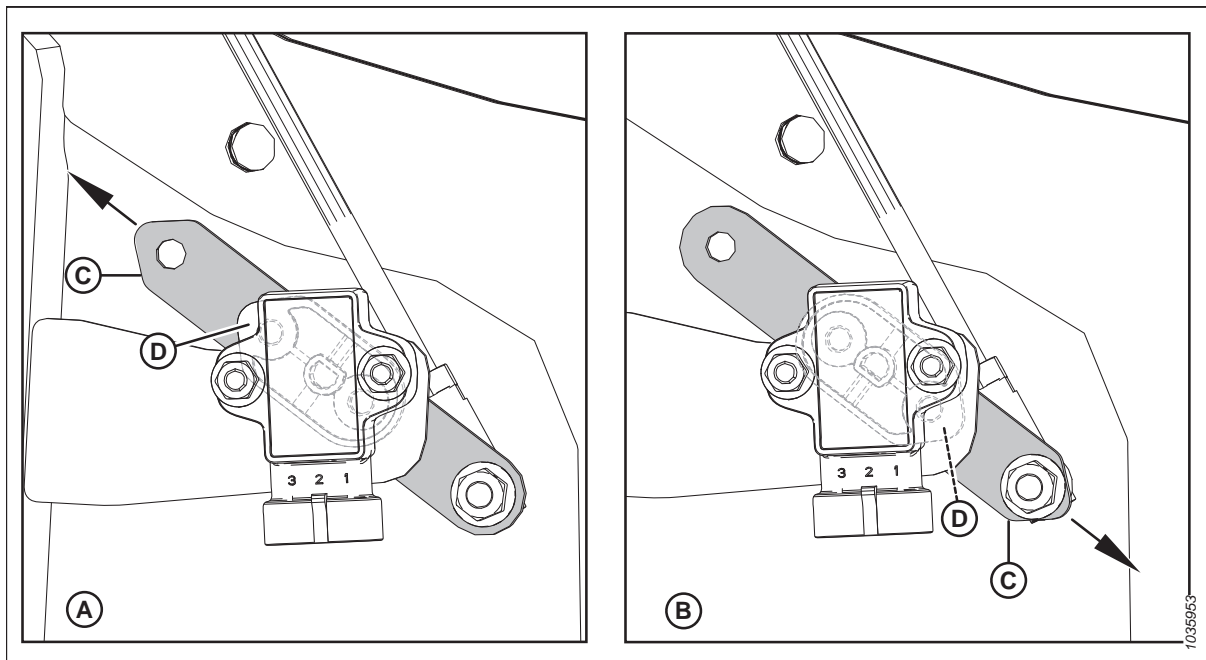

Figure 3.300: Configurations du bras/pointeur du capteur
4. Veillez à ce que le bras (C) et le pointeur (D) du capteur soient configurés correctement pour la plateforme. Pour obtenir des instructions, consultez la figure 3.300, page 227.